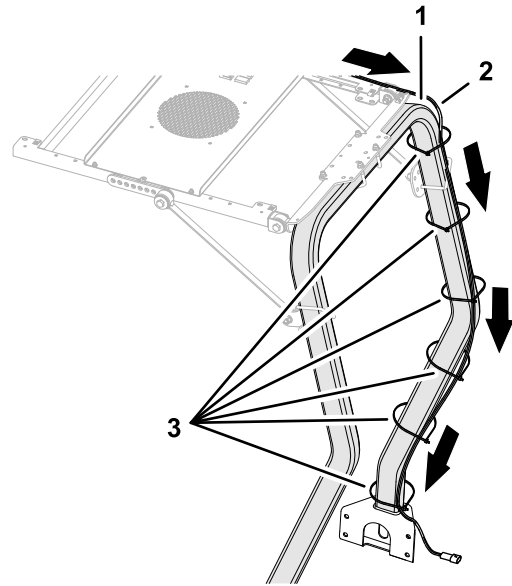

図 7
1. スwitchパネルキットのハーネスを、図 7 のように ROPS に沿って配設する。
2. P08 というラベルの付いたハーネス端部を、運転台のハトメに通す 図 7。
3. 必要に応じ、ケーブルタイでワイヤハーネスを ROPS に固定する 図 7。